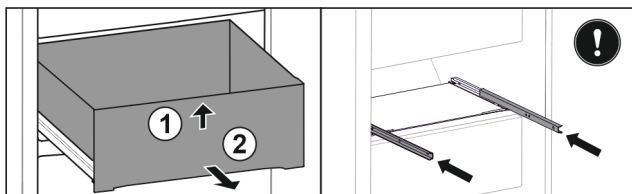

Fig. 98
- ▶ Nadzvedněte zásuvku vpředu. Fig. 98 (1)
- ▶ Vyjměte zásuvku dopředu. Fig. 98 (2)